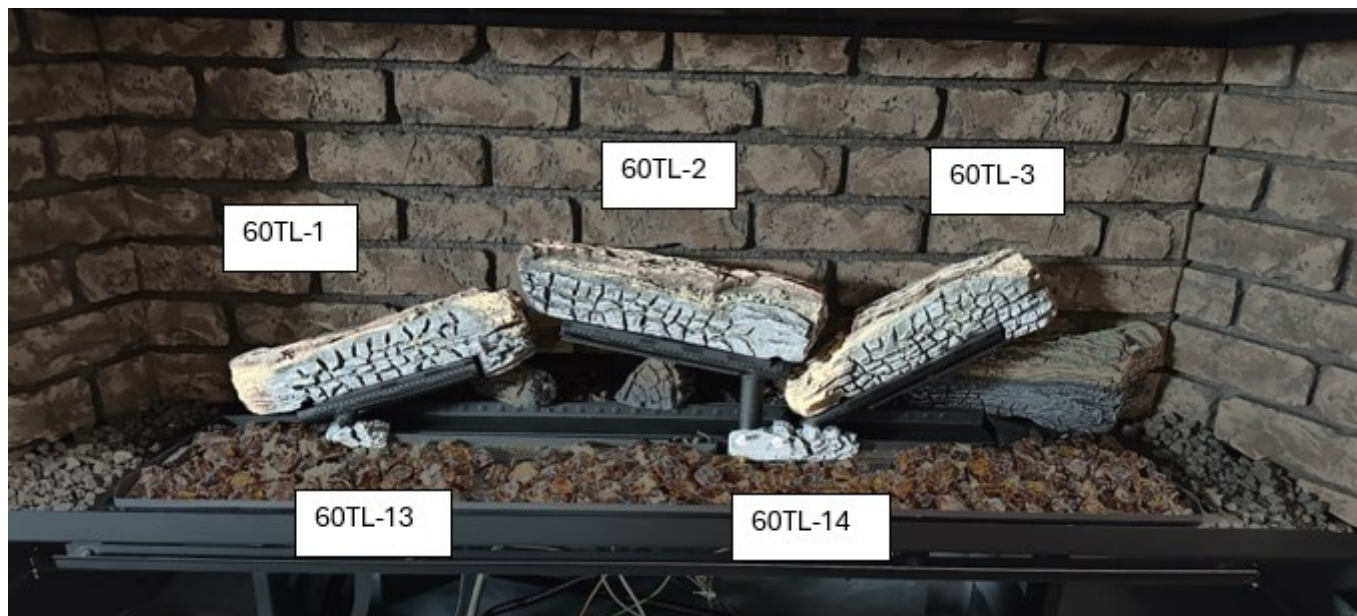

Figure 4 - Positionnement des bûches (2)
3. Réinstallez les brûleurs gauche, central et droit. Réinstallez le plateau à braises avant. Installez bûches 60TL-1 60TL-2 et 60TL-3 sur les brûleurs en utilisant les tiges de position, tel que montré à la Figure 4. Installez les braises de verre sur le plateau à braises avant. Installez les bûches 60TL-13 et 60TL-14 sur les tiges de position correspondantes du plateau à braises avant, pour les positionner correctement. Épandez la pierre de lave tout le long du périmètre de la chambre de combustion.